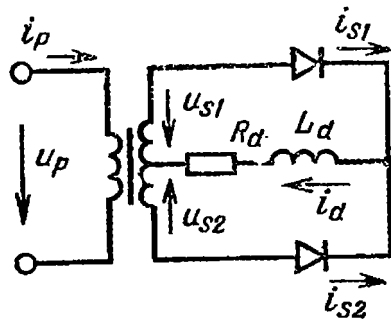

Рис. 9. Преобразователь со схемой 1Ф1Н2П
9. Определите коэффициент мощности λ , $\cos\varphi$, а также коэффициент искажения v тока сетевой обмотки трансформатора в схеме, показанной на рис. 9, если $k_{\text{тр}} = 1$, а) $L_d \approx \infty$, б) $L_d = 0$.